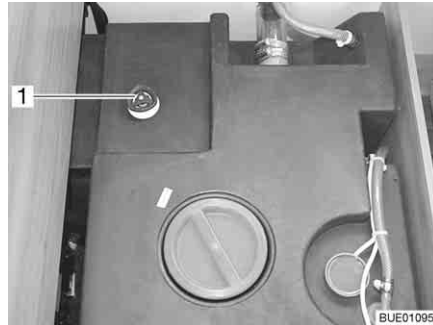

Bild 150 Vattentank med ratt
- Vrid ratten (Bild 150,1) på vattentanken medurs till stoppläget.
- Vrid ratten (Bild 150,1) på vattentanken moturs till motståndet. Vattnet rinner ut tills 50 liter är kvar.